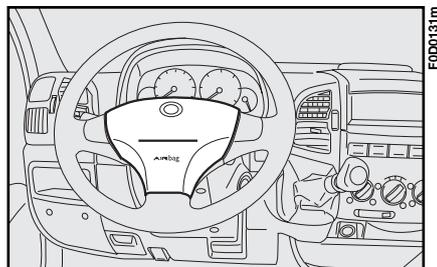

fig. 137
- au centre du volant pour le conducteur **fig. 137**;